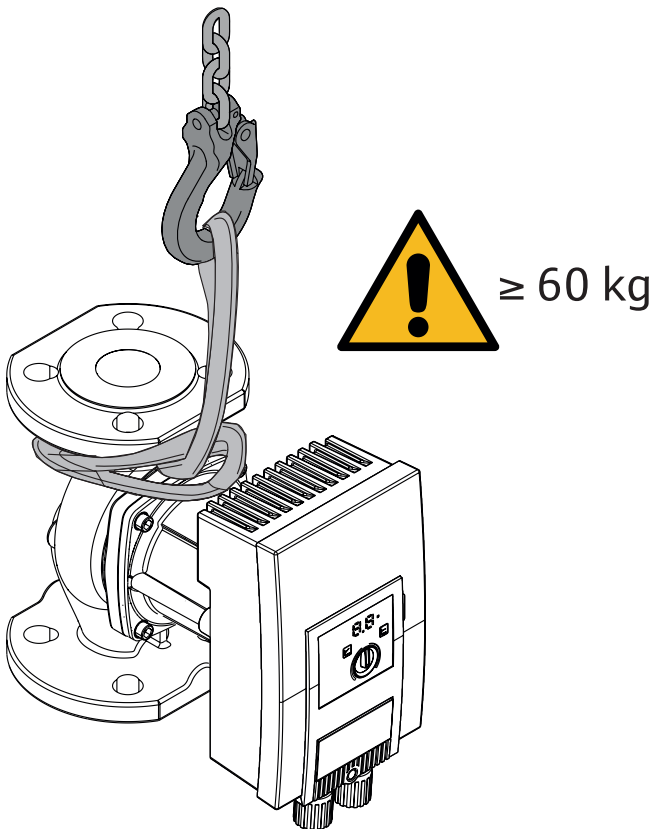

Fig. 3: Preprava
- Prenášajte iba za motor alebo teleso čerpadla → Fig. 3.